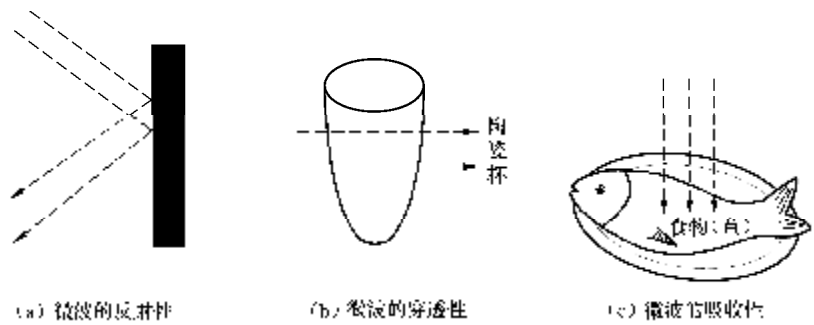

图 1-2-1 微波的 3 种特性
(2) 微波具有反射性、穿透性和吸收性，如图 1-2-1 所示。